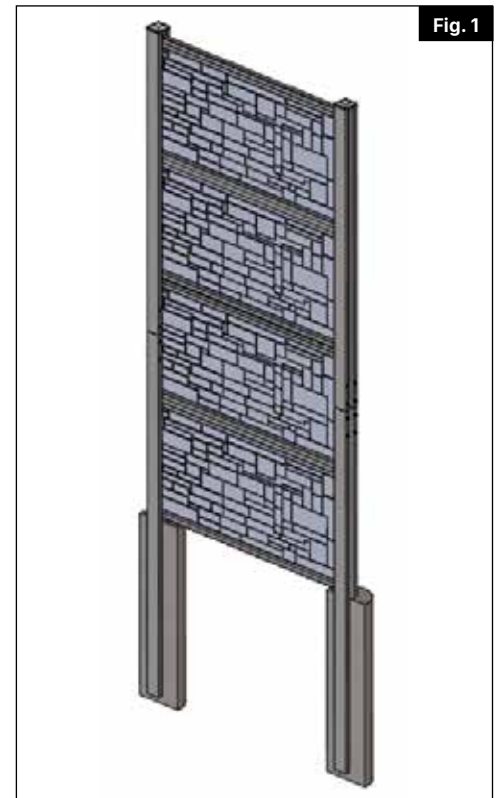

Fig. 1
- a. Le poteau sera construit à l'aide d'une poutre en I de 148 « (poteau inférieur) et d'une poutre en I de 124 " (poteau supérieur), ainsi que d'un raccord de 24 " avec les pièces de fixation (Fig. 1).
- a. Fixez le support au poteau pour le rail inférieur des deux côtés. Assurez-vous que le rail inférieur est à niveau et fixez-le aux supports (Fig. 1).